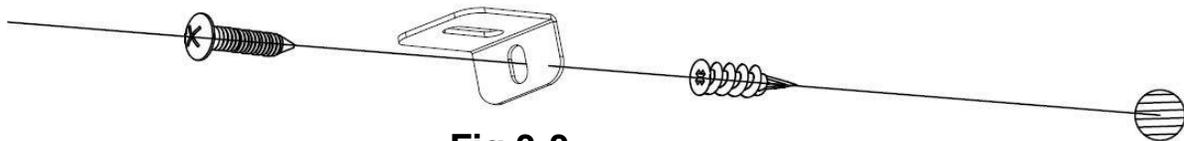

Fig 3-3
C. Installez l'ancrage en plastique (C) dans la cloison sèche, puis installez la vis (B) (fournie) dans le trou du support en L de l'ancrage mural pour empêcher le foyer de se détacher des crochets (Fig 3-3)